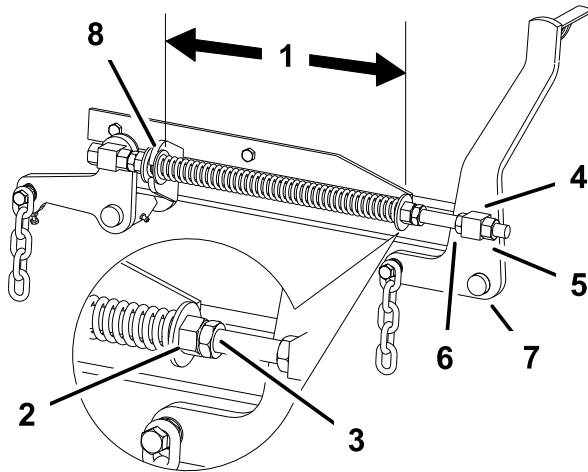

Figure 80
2. Vérifiez que les deux grandes rondelles sont espacées de 29,2 cm (Figure 80).
3. Réglez cette distance en desserrant l'écrou de blocage du ressort et en tournant l'écrou devant chaque ressort (Figure 80). Tournez l'écrou dans le sens horaire pour raccourcir le ressort, et dans le sens inverse pour l'allonger.
4. Bloquez l'écrou en position en serrant l'écrou de blocage du ressort (Figure 80).